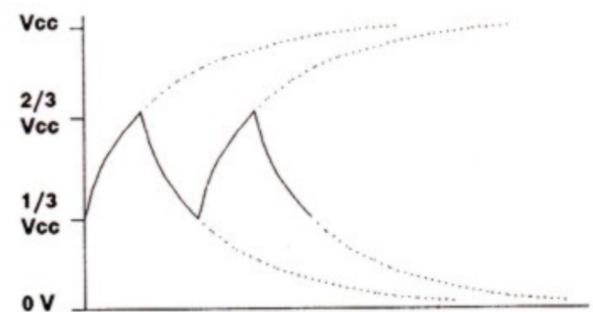

Figure 4 : oscillogramme sur l'entrée moins de l'oscillateur
- Sur l'entrée moins : une dent de scie, correspondant aux charges et décharges de C1 qui essaye indéfiniment d'atteindre les limites de 1/3 et 2/3 de l'entrée plus (voir figure 4).